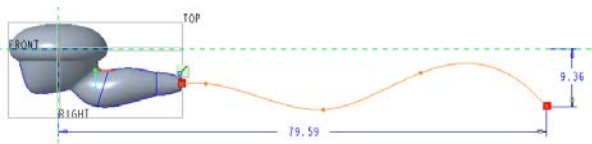

图 13-149 绘制样条曲线
- 4 绘制图 13-149 所示的样条曲线，单击“确定”按钮.